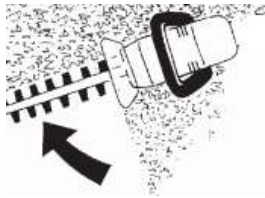

Рисунок 4
4.5 Ріжте бокові частини кущів круговими рухами знизу вверх, дивіться рисунок 4.